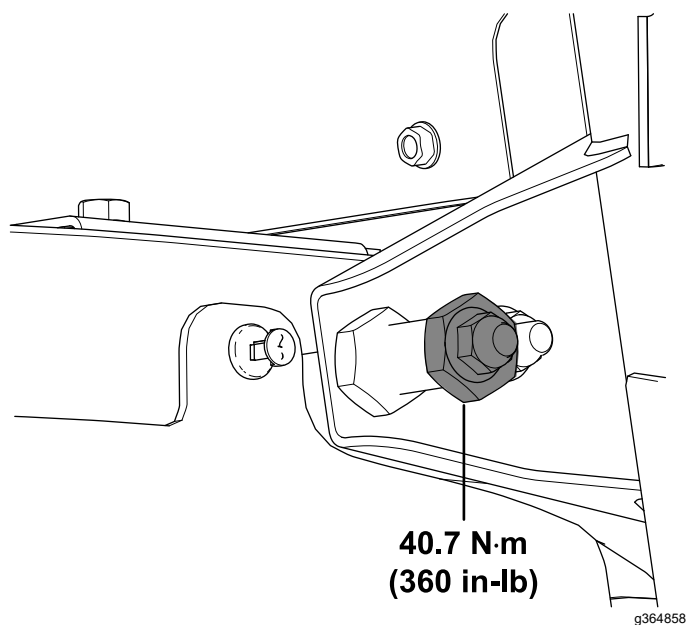

Figura 58
31. Serrate il dado di bloccaggio ($\frac{3}{8}$ ") a 40,7 N·m come illustrato nella Figura 58.